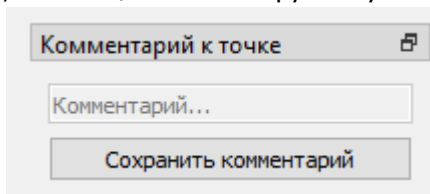

Рисунок 10. Комментарий к точке
- В блоке "Комментарий к точке" (рисунок 10) можно указать комментарий, относящийся к тестируемому компоненту.